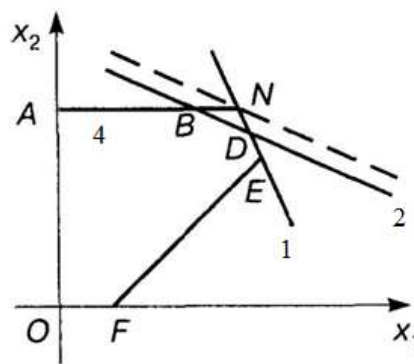

Рис. 1.3
Рассмотрим увеличение ограничения по сырью Д (рис. 1.3). При перемещении параллельно самой себе прямой (2) вправо до пересечения с прямыми (1) и (4) в точке N ограничение (1.2) будет оставаться активным. Точку N определим, как точку пересечения прямых: